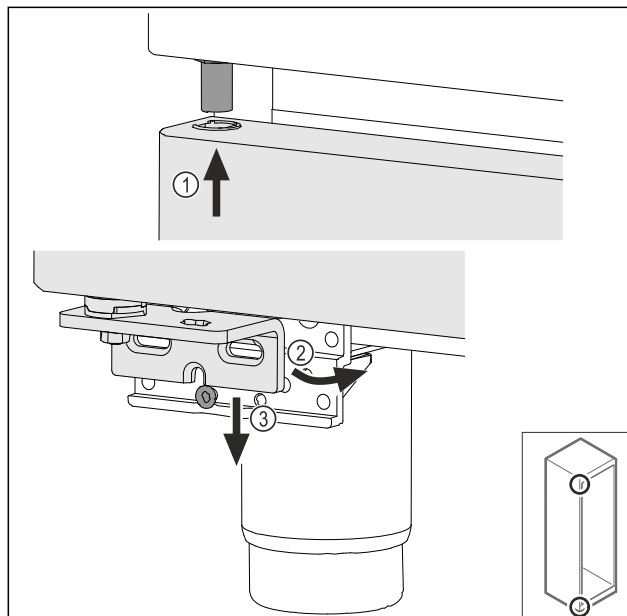

Fig. 47
- ▶ Umetnite vrata lagano nagnuta gore Fig. 47 (1), poravnajte vrata Fig. 47 (2) i dolje ih postavite na vijak podloška ležaja Fig. 47 (3).